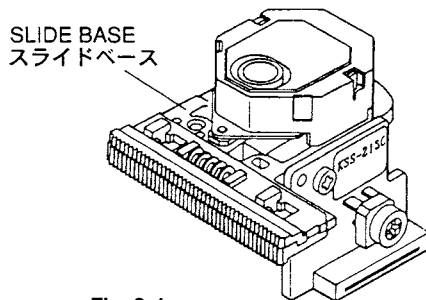

Fig. 3-1
- Hold the slide base when handling the pick-up. (Fig. 3-1)
- ピックアップASSYの取扱いは、スライドベースを持って行ってください。(Fig. 3-1)